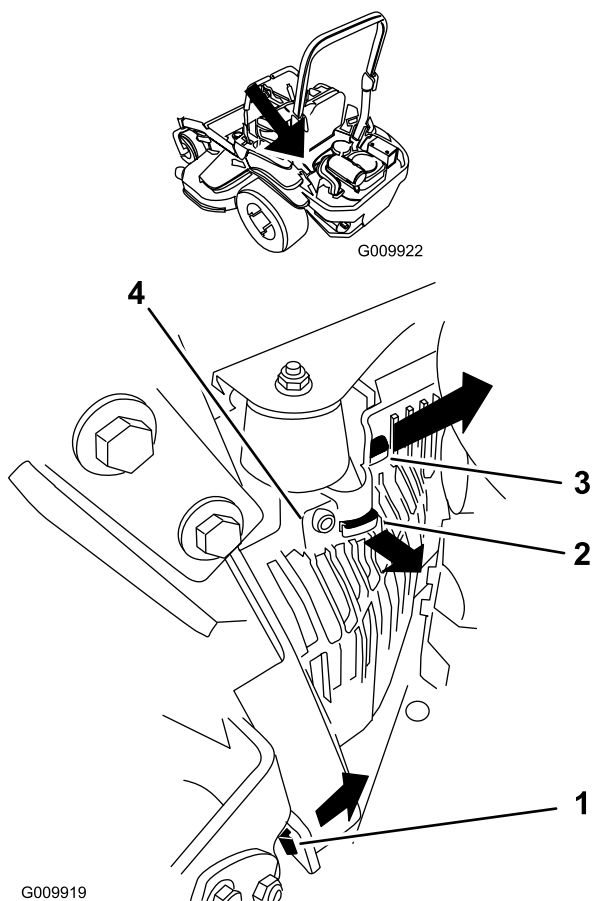

Figura 53
3. Retire la cubierta de la unidad hidráulica izquierda en el orden indicado en Figura 53.
5. Instale la cubierta de la unidad hidráulica izquierda (Figura 53).